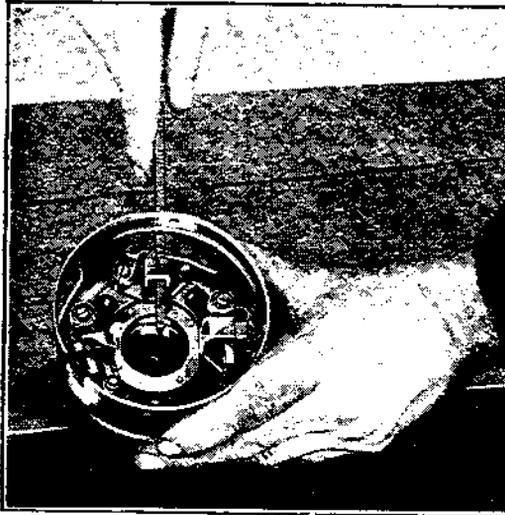

Fig. 515
**1083** — Lorsque les balais collent dans les porte-balais, la cause en est généralement une rugosité ou une bavure dans le porte-balai. Pour corriger ce défaut passer une lime légèrement dans l'intérieur du porte-balai. (Voir fig. 515.) Si, toutefois, le balai est trop gros, l'ajuster au trou du porte-balai.